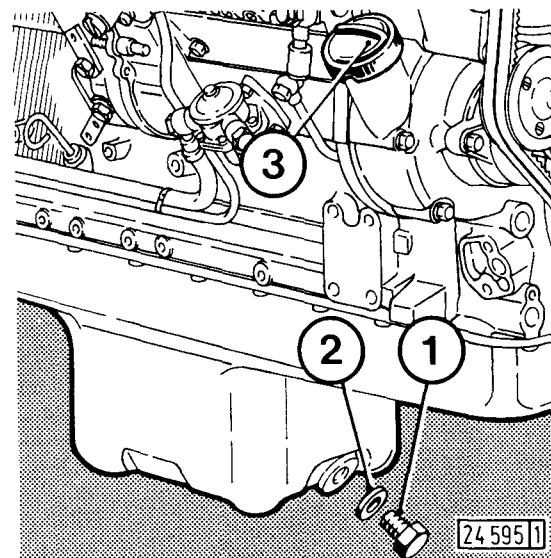
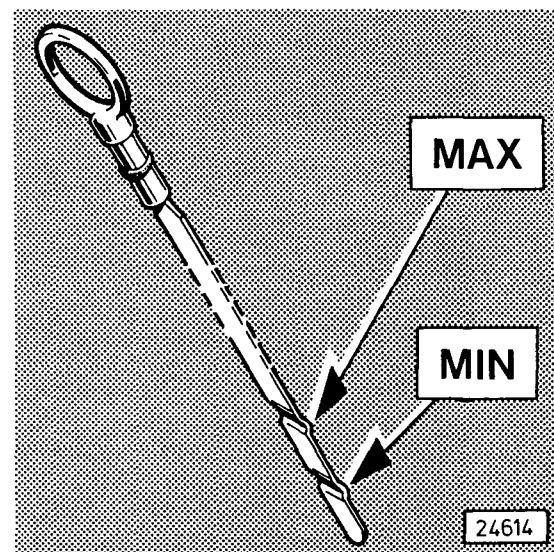

Fig. 38
Fig. 39
- Ablassschraube 1 (Fig. 38) herausschrauben, ablaufendes Öl auffangen.
- Durch den Einfüllstutzen 3 (Fig. 38) das neue Öl nur bis zur oberen Ölmeßstabmarkierung (Max, Fig. 39) einfüllen.